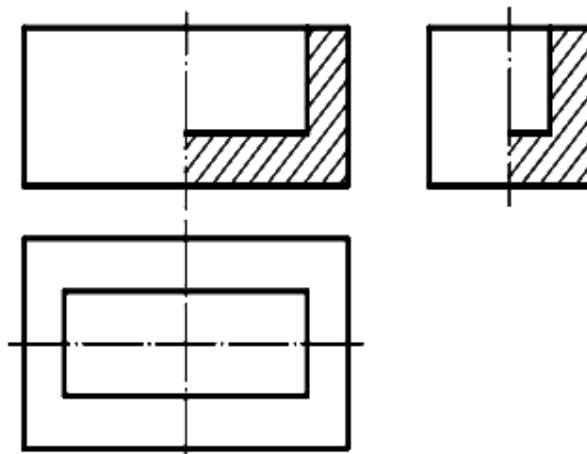

Fig 8.5.
- jumătate vedere-jumătate secțiune, când obiectul este reprezentat jumătate în vedere și jumătate în secțiune, separate între ele prin axa de simetrie. Se permite numai în cazul când vederea completă și secțiunea completă respectivă sunt reprezentări simetrice cu aceeași axă de simetrie (fig. 8.5).